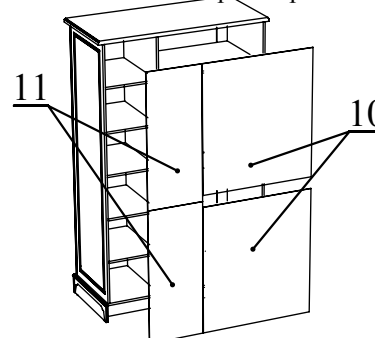

Рис. 7 - Схема установки стенок задних.
3.2 Прикрепите стенки задние (10,11) при помощи гвоздей 2x20мм (с шагом 100-120мм) по краям изделия, а стыки стенок закрепите шайбами ФБ 296 (с шагом 200мм) предварительно проверив диагонали корпуса (рисунок 7). Обязательно устраните перекося изделия.